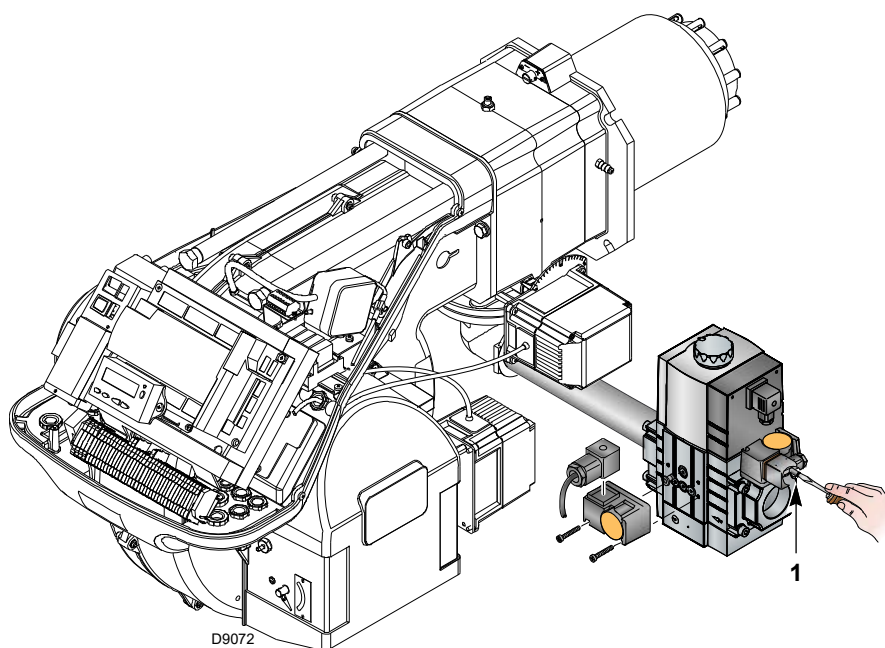

Рис. 25
- Проверьте давление подачи газа, подключив манометр к штуцеру для замера давления 1)(Рис. 25) реле минимального давления газа. Давление должно быть ниже максимально допустимого давления газа, указанного на заводской табличке.
- Выпустите воздух из труб газовой рампы, подсоединив пластмассовую трубку к штуцеру для замера давления 1)(Рис. 25) на реле минимального давления газа. Вывести наружу здания выпускную трубу, пока не появится запах газа.